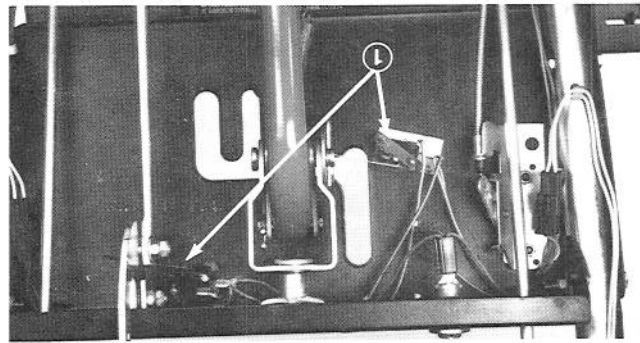

Figure 41
3. Une fois le réglage désiré obtenu, serrez les deux vis à tête et écrous de blocage (Fig. 41). Assurez-vous que les fils ne se coincent pas entre le tableau de commande et le guide-fil.
1. Desserrez les deux vis à tête et écrous de blocage qui retiennent le support pivotant contre le tableau de commande (Fig. 41).
2. Pour diminuer la vitesse en lère, déplacez vers la droite le support pivotant (Fig. 41). Au contraire, déplacez-le vers la gauche pour accroître la vitesse en première.